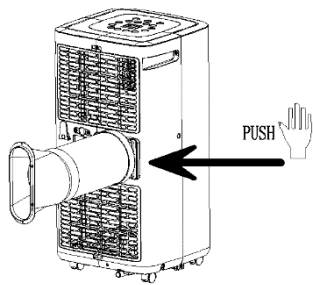

Fig. 2
- Fixe ambos os adaptadores do tubo de exaustão, rodando-os, numa das extremidades do tubo de exaustão e de seguida fixe o tubo de exaustão na parte traseira do aparelho de ar condicionado local portátil (ver fig. 2).